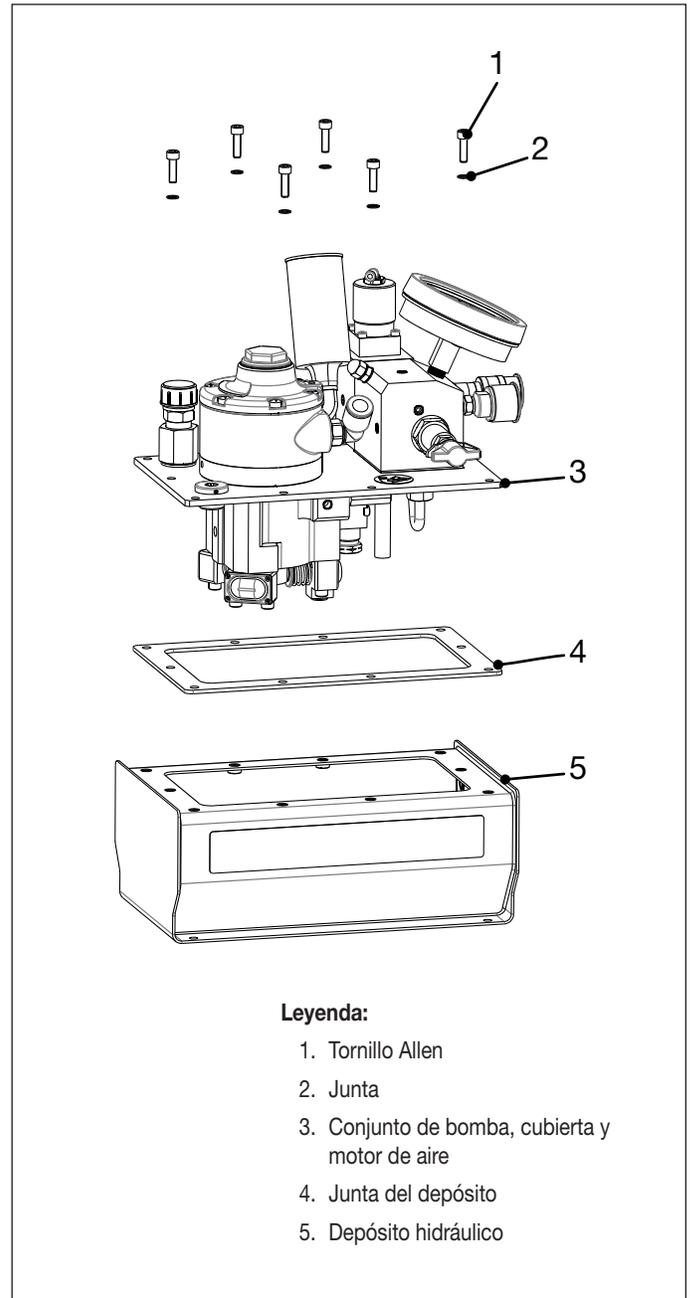

Figura 14: Inspección y limpieza del depósito (Vista 2 de 2)
5. Retire los seis tornillos Allen y arandelas restantes que fijan la cubierta de la bomba. Levante la cubierta, la válvula de control hidráulico, el motor de aire y el elemento de la bomba del depósito como un conjunto. Véase Figura 14.